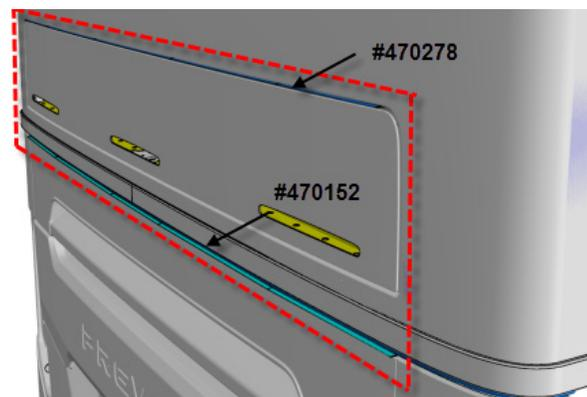

FIGURE 42
2. La FIGURE 42 indique l'emplacement des larmiers. Les larmiers seront installés **sur la carrosserie** du véhicule et non sur la trappe d'accès à l'ATS.
5. Enlever la saleté sur la partie située juste au-dessus de la trappe d'accès à l'ATS et sur celle où le larmier inférieur sera installé (FIGURE 42). Il est très important d'installer les larmiers sur une surface propre pour assurer l'étanchéité à l'eau.